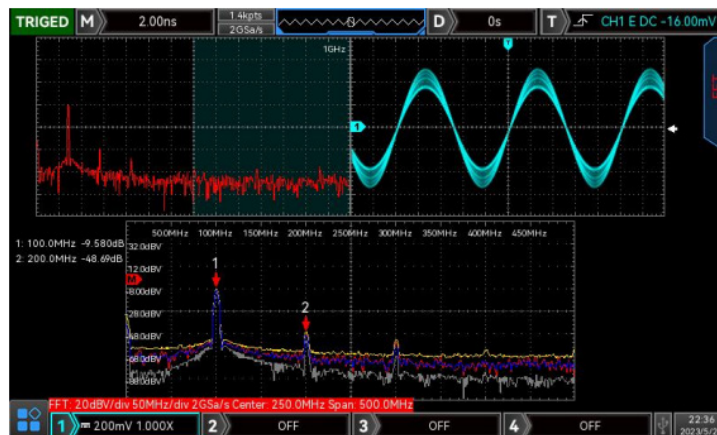

Рис. 15-1. Пример экрана с режимом «Split Screen» — сверху показана осциллограмма сигнала, снизу — спектр FFT.
- a) Разделённый экран (Split Screen): Отображает исходную форму сигнала и спектр FFT в двух окнах одновременно, расширяя визуализацию спектра (см. рисунок 15-1).